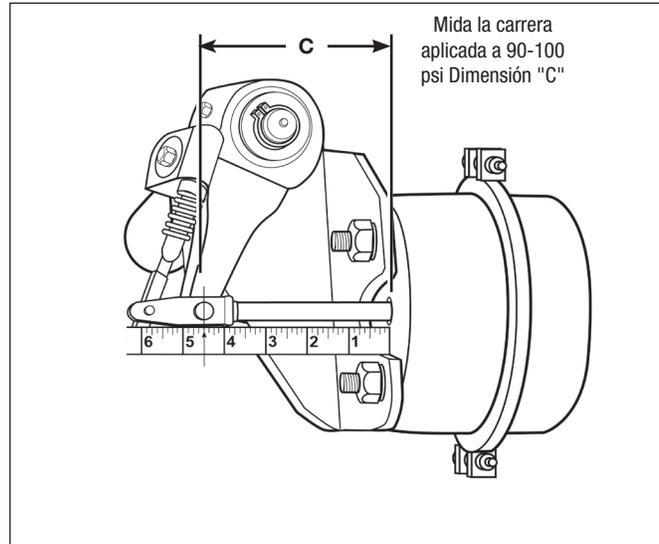

Figura 10 – Mida la carrera aplicada a 90-100 PSI
- Aplique una presión de 90-100 psi y mida desde la cara de la cámara hasta el centro del pasador de horquilla grande. Consulte la figura 10. Reste la dimensión "C" de "A" para la carrera aplicada a 90-100 psi. Consulte la Tabla 2 para conocer la carrera máxima legal para la cámara que tiene.